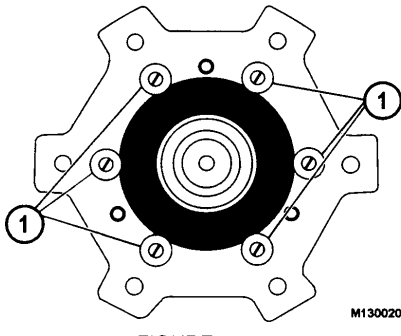

FIGURA 13-16
1. Saque seis tuercas de seguridad con pestaña de los espárragos del núcleo o seis pernos autorroscantes (Figura 13-16).